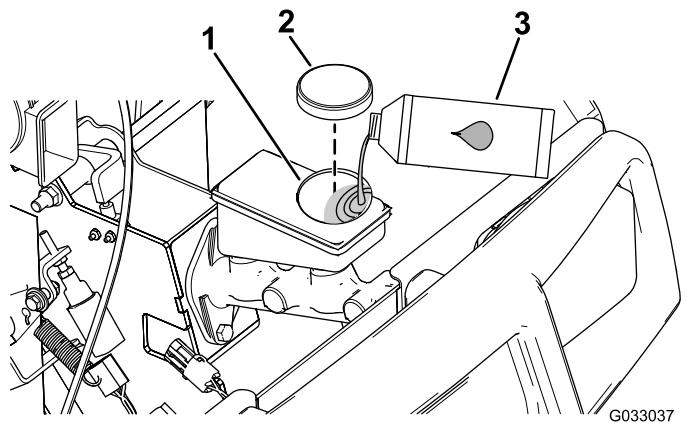

図 48
1. フードを持ち上げてブレーキのマスターシリンダとブレーキ液タンクにアクセスできるようにする図 48。
- A. ウエスでタンクのキャップの周囲をきれいに拭いてキャップ外す図 48。
- C. タンクにキャップを取り付ける図 48。